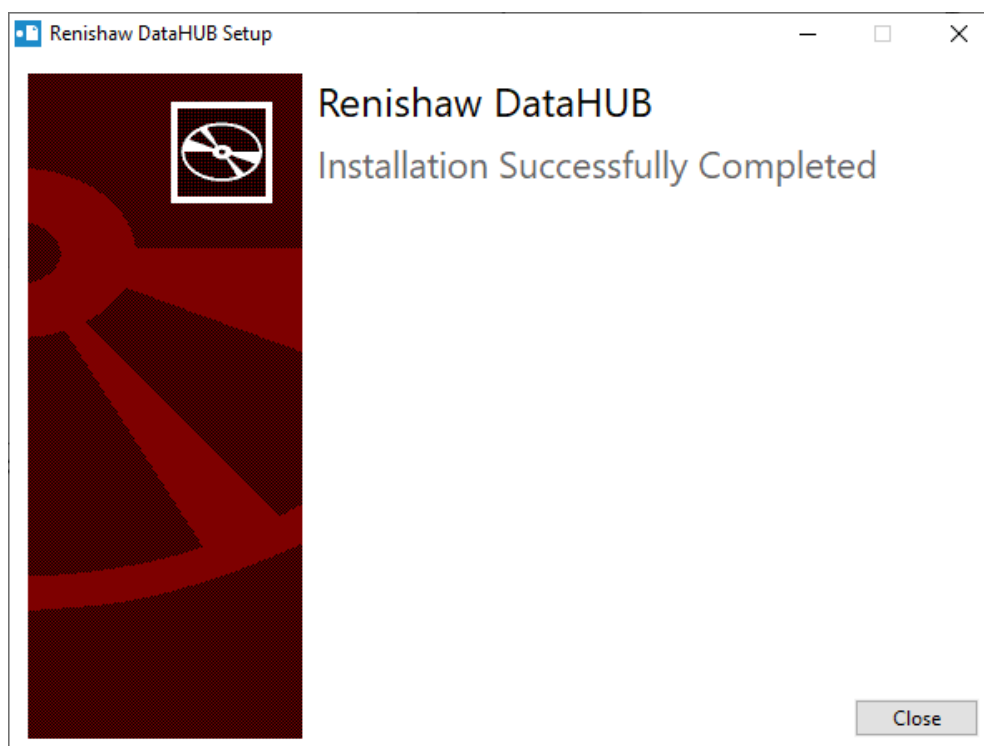

Figure 25 Installation de DataHUB terminée
13. Cliquez sur **Close** (Fermer) (voir la Figure 25).